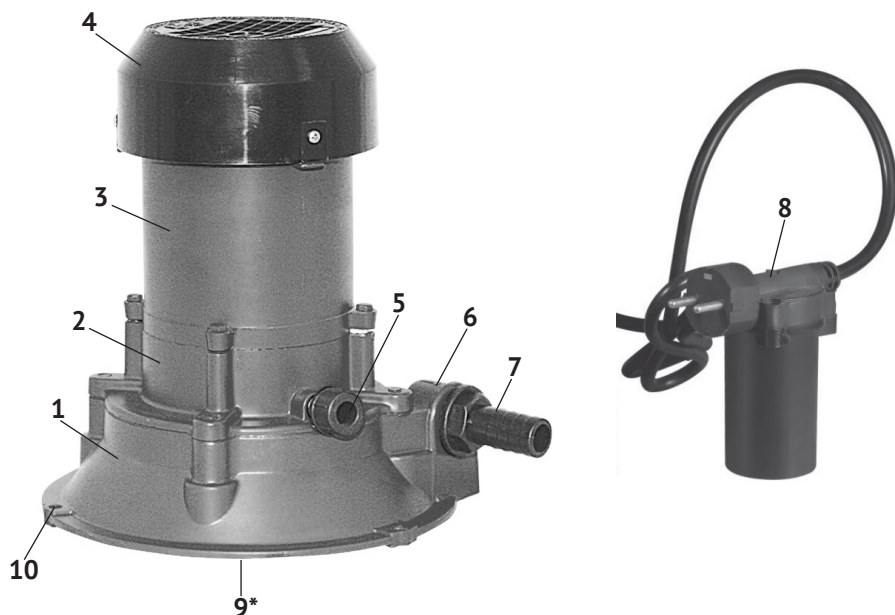

рис.1
1.2 Насос – гидравлическая машина, преобразующая механическую энергию приводного двигателя в энергию жидкости, обеспечивающую её движение. Привод насоса осуществляется однофазным асинхронным двигателем переменного тока (рис.1 поз.3). На якорь двигателя крепится рабочее колесо (крыльчатка) насоса, расположенное в металлическом корпусе (рис.1 поз.1). На корпусе насоса стрелкой указано направление вращения рабочего колеса. За счёт центробежной силы от рабочего колеса, вода создаёт в выходном патрубке (рис.1 поз.6) давление, необходимое для подъёма жидкости на нужную высоту. Давление у центра крыльчатки понижается и вода из всасывающей магистрали подаётся в насос.
Входное (всасывающее рис.1 поз.9) и выходное (нагнетающее рис.1 поз.6) отверстия имеют внутреннюю резьбу G $\frac{3}{4}$  дюйма.
Насос включается в работу при подключении вилки с заземляющим контактом (рис.1 поз.8) к розетке питающей сети. На вилке смонтирована пластиковая коробка в которой находится конденсатор асинхронного двигателя.
Общий вид насоса представлен на рис.1
3.3 Установить насос на ровной, твёрдой поверхности, как можно ближе к месту забора воды. Для уменьшения вибрации, желательно закрепить корпус насоса в месте установки болтами/саморезами (в комплект поставки не входят), используя крепёжные отверстия (рис.1 поз.10). Устанавливать насос следует так, чтобы ротор располагался строго по вертикали. Любое другое положение значительно снизит его производительность (до 30%) и приведёт к сокращению срока службы.
- открыть вентиль В и отвернуть пробку-винт стравливания воздуха (рис.1 поз.5) на 2 – 3 оборота;
Для слива воды из насоса и напорной магистрали необходимо открутить пробку-винт (рис.1 поз.5).